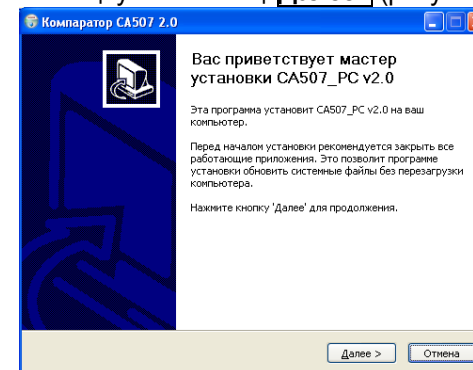

Рисунок 1.3
setup_CA507_PC_xxx.exe (xxx – версія програми). На екрані з'явиться вікно майстра установки CA507_PC (рисунок 1.3).
Після завершення установки Microsoft .NET Framework на екрані з'явиться вікно майстра установки CA507_PC (рисунок 1.3).
2) Закрити всі працюючі додатки і продовжити виконання програми установки ПЗ, для чого клацнути по кнопці **Далее** (рисунок 1.3).